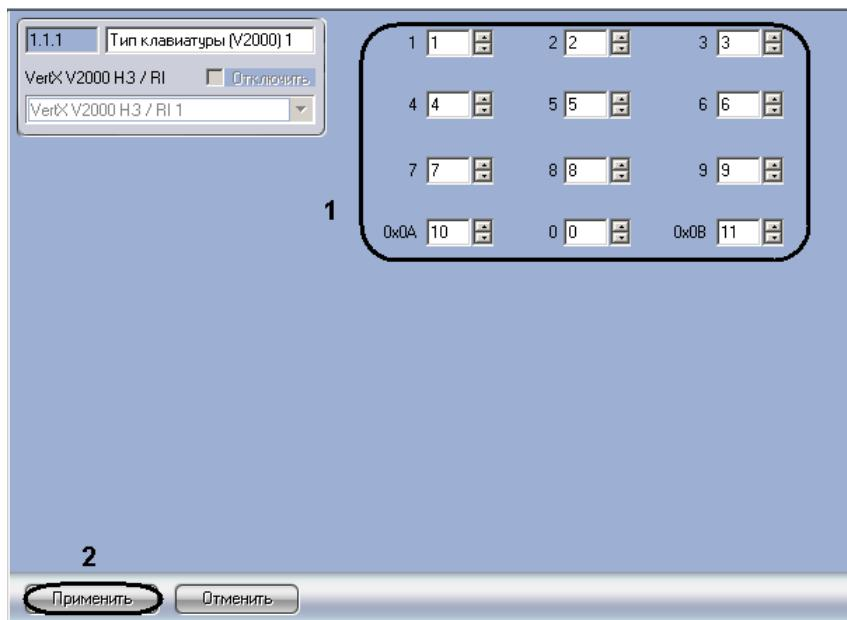

Рис. 3.7—17 Настройка типов клавиатур
2. В полях **0-9** необходимо ввести значение, которое будет получать контроллер, при нажатии на соответствующую цифру на клавиатуре (см. Рис. 3.7—17, 1).
3. В поле **0xA** необходимо ввести значение, которое будет получать контроллер, при нажатии на кнопку \* на клавиатуре (см. Рис. 3.7—17, 1).